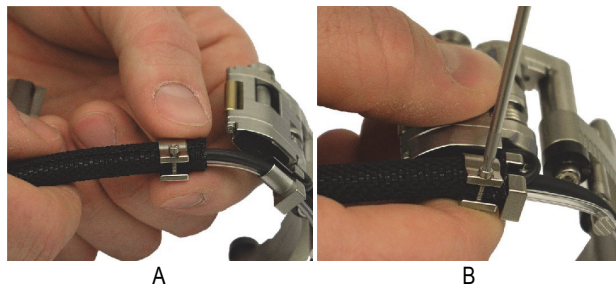

Figure 2-3 Installation du collier de serrage de la gaine protectrice
3. Installez le collier de serrage de la façon suivante (voir la Figure 2-3 à la page 35) :